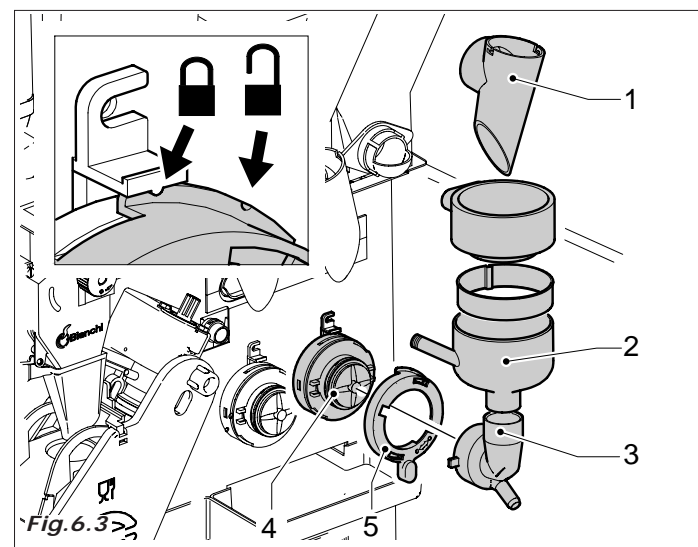

Fig. 6.3
- funnels and powder chutes (Fig. 6.3-pos.1)
- canal água (2), camara miscelacao (3), ventainha de mistura-gem (4) e anel (5).